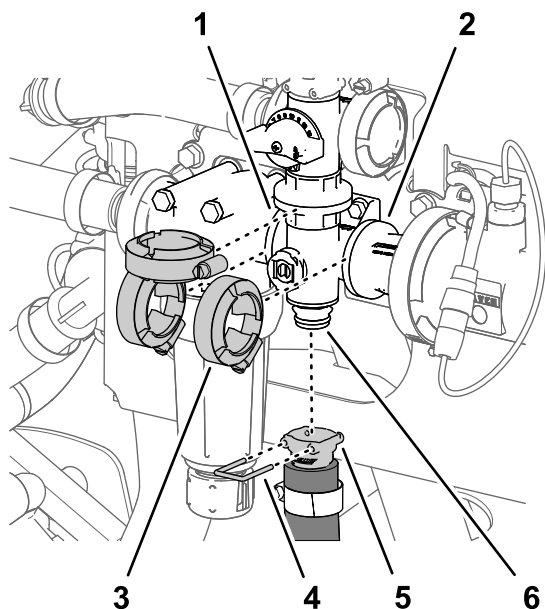

Figura 118
1. Rimuovete il perno di collegamento rapido che fissa l'accoppiatore rapido del flessibile dell'agitatore al collettore della valvola dell'agitatore (Figura 118).
2. Rimuovete i 3 morsetti flangiati che fissano il collettore della valvola dell'agitatore alle flange della testa del filtro della pressione e dell'adattatore di accoppiamento (Figura 118).